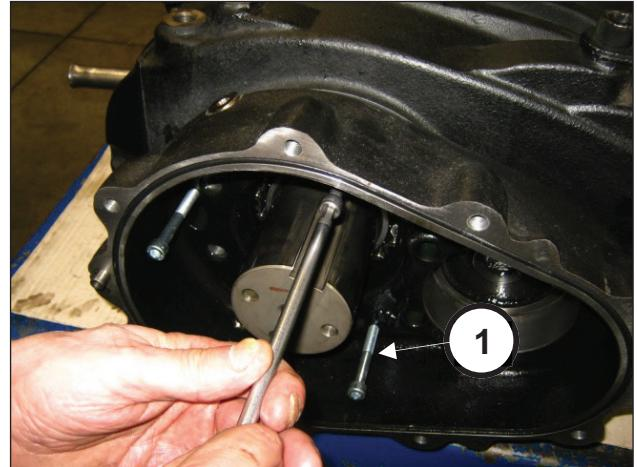

Fig. 23
Positionner 3 goujons ou vis filetées M8 (rep. ①, Fig. 23) faisant office d'extracteurs dans les trous appropriés.